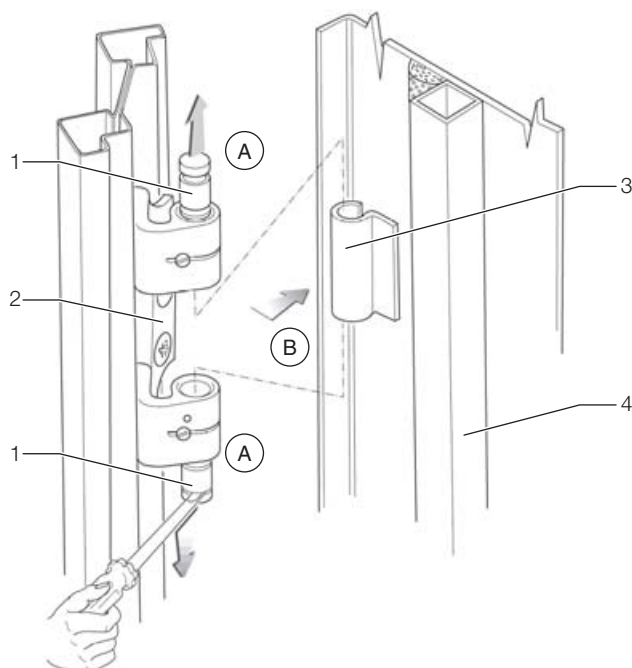

Рис. 14: Демонтаж дверного шарнира
- Снимите дверь серверного шкафа (см. рис. 14, шаг B).
- Разблокируйте четыре дверных шарнира. Для этого приподнимите шарнирные штифты при помощи подходящего инструмента (например, отвертки) и вытяните их до упора из шарнирного крепления (см. рис. 14, раздел A).